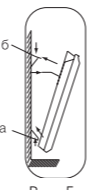

Рис. 5
- закрепить прибор на кронштейне следующим образом (рис. 5):
- наденьте на кронштейн нижнюю часть конвектора при помощи специальных отверстий, расположенных в нижней части конвектора (рис. 5, а);
- наденьте верхнюю часть конвектора на кронштейн, зафиксировав его при помощи защелок на кронштейне (рис. 5, б);